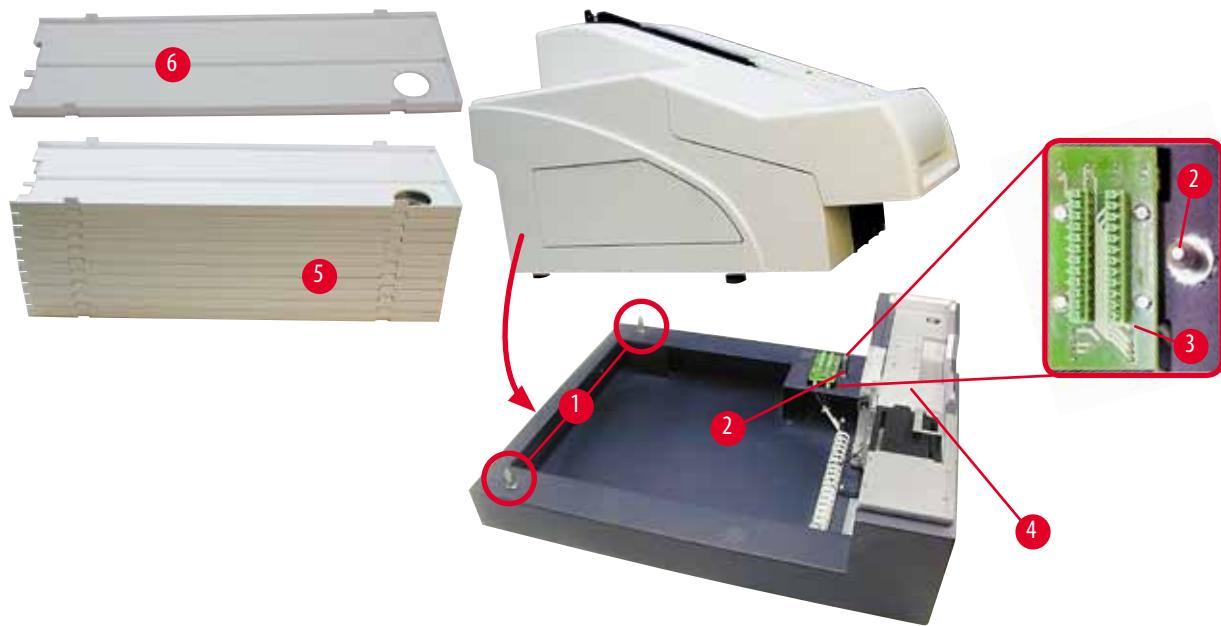

Рис. 12
3. Захватите принтер с обеих сторон (справа и слева) и установите его таким образом, чтобы два задних пальца (→ "Рис. 12-1") вошли в основание, как показано на (→ "Рис. 12").